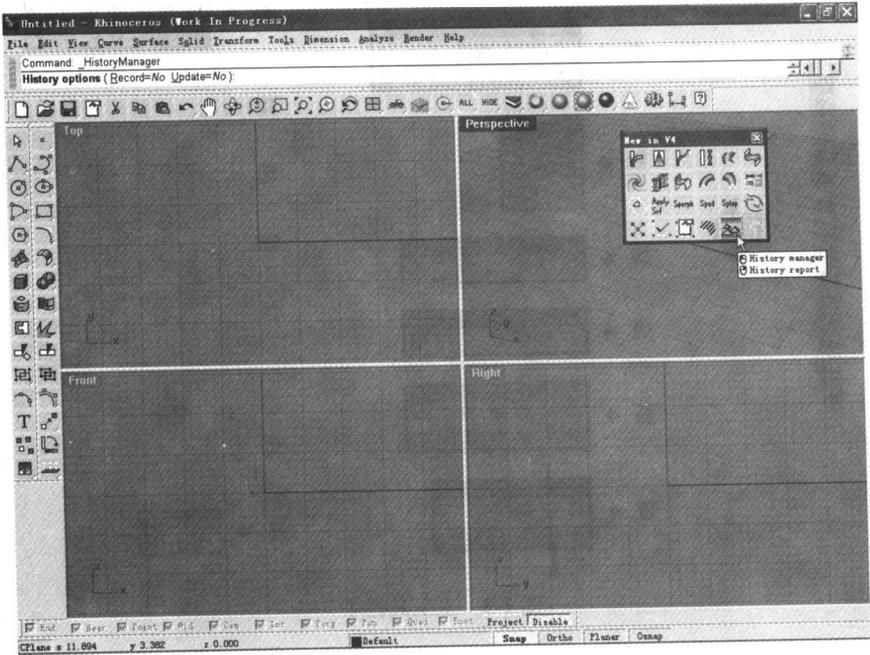

图 1-5 历程记录
(1) 首先是历程记录，历程记录功能的命令有 Loft、Sped、Flow 以及 Sporph，如图 1-5 所示。